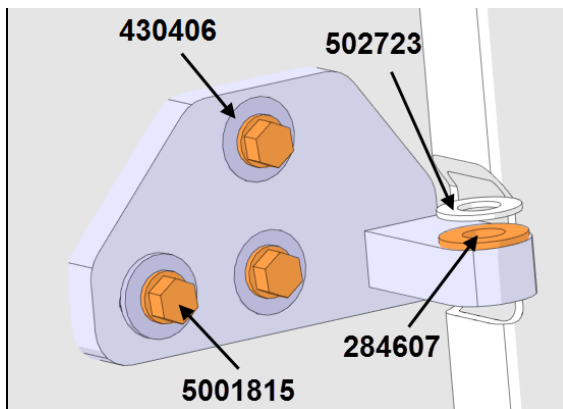

FIGURE 20: COMPOSANTES DE PENTURE INFÉRIEURE
- Utiliser des nouvelles vis M6, écrous et rondelles (**5001815, 502854, 502570 & 430406**) pour fixer la penture inférieure au châssis du véhicule. (Figure 20).